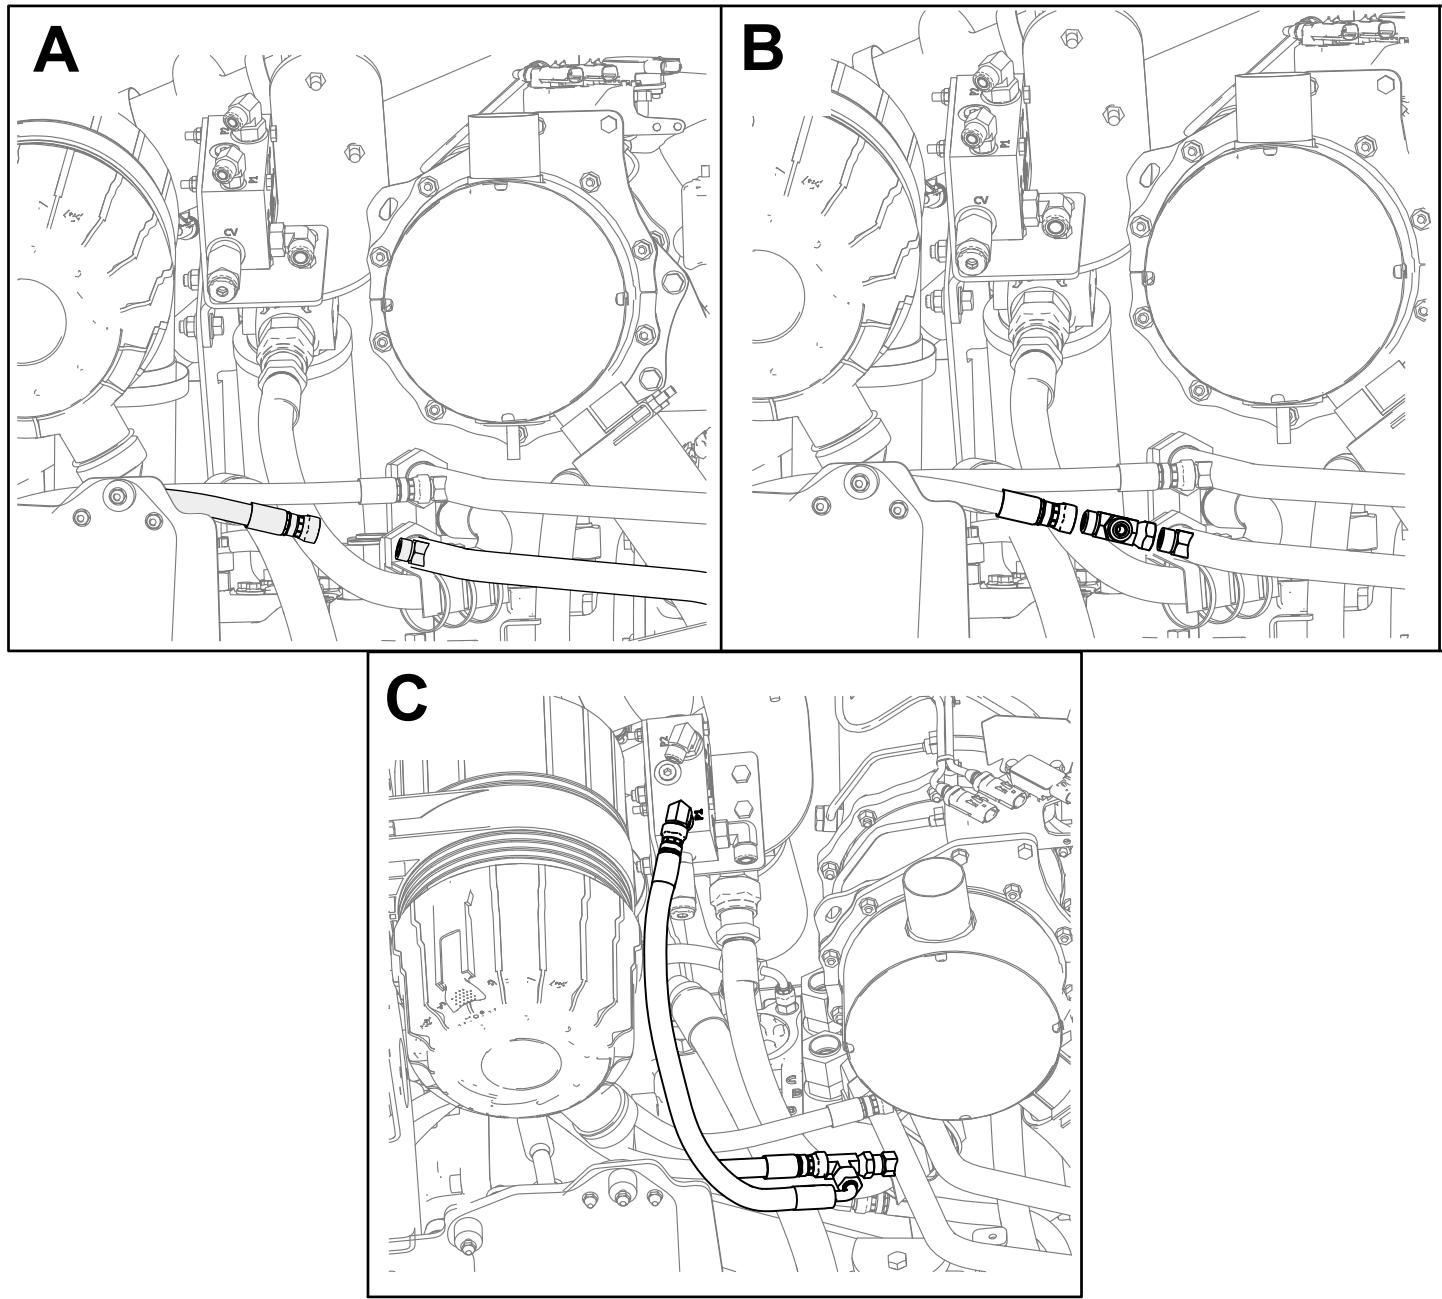

Figure 9
1. Débranchez le flexible de la conduite rigide inférieure qui part de l'hydrostat rotatif (encadré A de la Figure 9).
2. Installez un petit raccord en T entre le raccord de la conduite rigide et le flexible débranché (encadré B de la Figure 9).
3. Branchez le flexible de 45 cm (18½ po) au raccord P1 et au raccord en T (encadré C de la Figure 9).